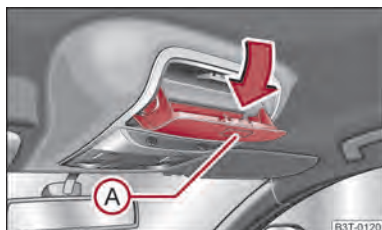

Abb. 97 Ausschnitt des Dachhimmels:
- Drücken Sie die Taste (A) ⇒ Abb. 97, das Ablagefach klappt herunter.